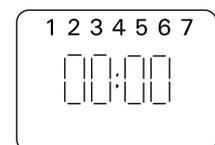

Figure 4.
- Cette mesure efface les éventuelles données incorrectes. Après la remise à zéro [reset], l'afficheur est pendant un instant semblable à l'illustration, mais au bout d'un moment les numéros représentant les jours de la semaine commencent à clignoter dans la partie supérieure de l'écran. (Fig. 4)